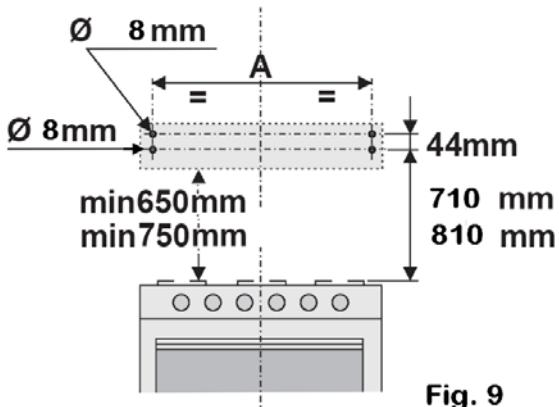

Fig. 9
- 4) Marque los lugares de los agujeros de fijación respetando las medidas indicadas en la fig. 9
- 2) Marque los lugares de los agujeros de fijación respetando las medidas indicadas en la fig. 9 (ver el epígrafe *Fijación a la pared en modo evacuación del aire hacia el exterior*).